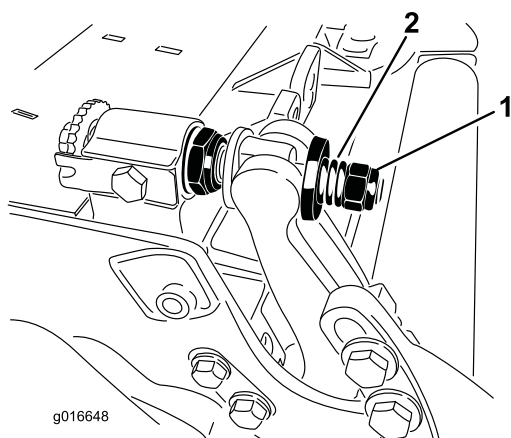

図 31
- 外側のスチール製ワッシャが手で回せなくなるまで、左右のロックナットを均等に締め付ける。その位置から、スチール製ワッシャが手で回せるようになるがベッドバーとのあそびは全く無い状態までロックナットをゆるめる図 31。
10. 各ベッドバーアジャスタ・アセンブリを締め付けて圧縮スプリングを完全に圧縮し、そこから1/2回転だけ戻す図 31。